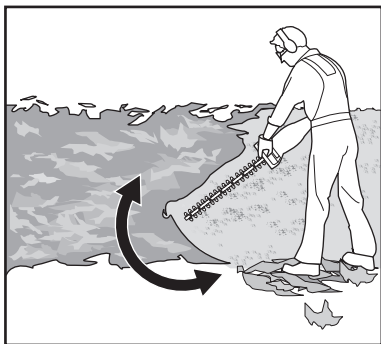

Fig. 7
2. Asigură-te că mânerul posterior (8) este blocat în una din cele cinci poziții presetate, nu în poziții intermediare.
4. Ține întotdeauna produsul bine cu ambele mâini de mânerul frontal (3) și de mânerul posterior (8). Nu opera niciodată aparatul cu o singură mână.
6. Taie mai întâi pe ambele părți, de jos în sus. Astfel, resturile tăiate nu vor cădea acolo unde urmează să tai (fig. 7).